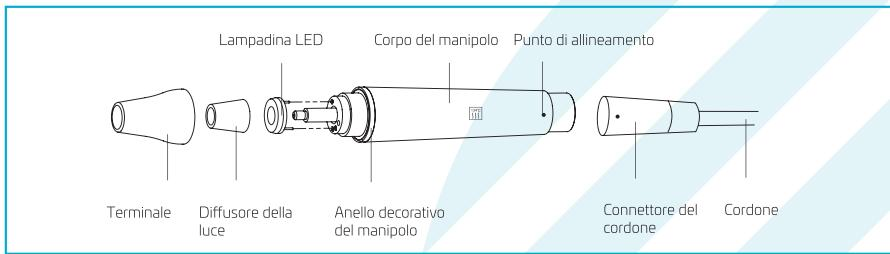

Figura 2 Il manipolo con illuminazione LED
Istruzioni per i componenti principali del manipolo staccabile (mostrate in figura 2)
4. Struzioni per le componenti principali del manipolo staccabile (mostrate in figura 2)